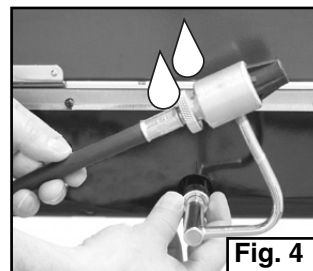

Fig. 4
- Verifique si hay fugas en las conexiones de la Manguera hacia el Regulador y de la Manguera hacia el Cilindro usando agua jabonosa. Las burbujas indican que hay una fuga. Verifique que la conexión no esté mal enroscada y que esté apretada. Vuelva hacer otra prueba de fuga. Si todavía existe una fuga, quite el cilindro y póngase en contacto con Coleman para servicio o reparaciones. (Fig. 4 y 5)